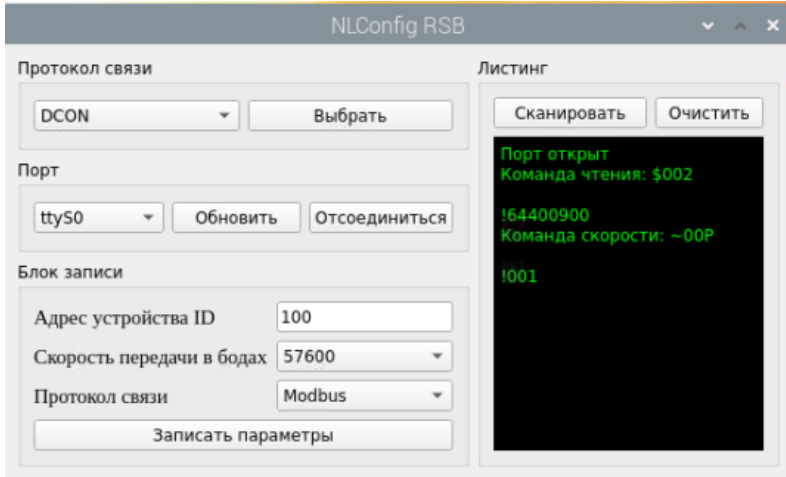

Рис. 4.3. Вид главного окна при успешном чтении
3. После установки соединения нажмите кнопку «Сканировать». По начнет опрос установленных настроек. Значения помещаются в соответствующие поля ввода и выпадающие меню. При успешном чтении значений от устройства, главное окно будет иметь вид, представленный на рис. 4.3;